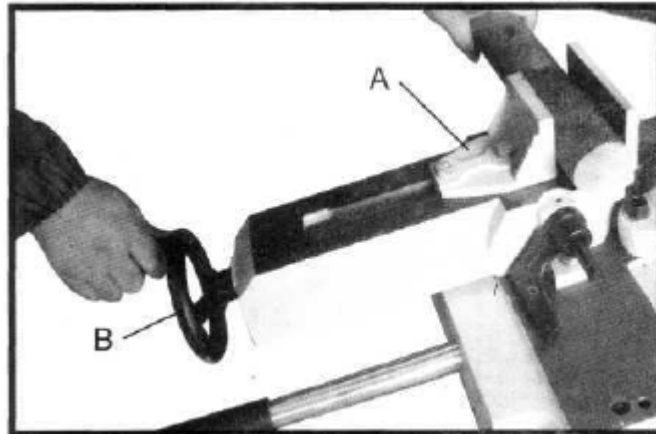

Fig. 13
La pièce (A) est placée entre les mâchoires de l'étau, la partie exacte à couper dépassant de la lame, comme le montre la Fig. 13. Tournez le volant (B) pour fixer la pièce dans l'étau.